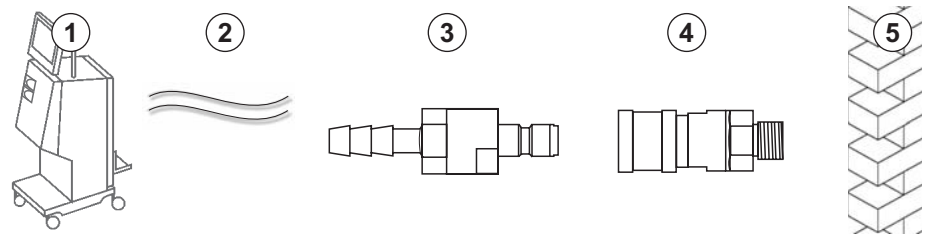

Fig. 4-6 Conectores Aquaboss de salida del dializado
- 1 boquilla de cierre macho (Fig. 4-6 , ③), material 1.4571 EPDM
- 1 conector hembra para tubos (④), diámetro interior del tubo flexible 9 mm, material 1.4571 EPDM
1. Conectar el tubo ② al equipo y fijar con una brida para manguera o una abrazadera de oreja simple.
2. Conectar la boquilla de cierre ③ al tubo y fijarla con una brida para manguera o una abrazadera de oreja simple.
3. Conectar la boquilla de cierre macho ③ al conector hembra para tubos ④ fijado en la pared.